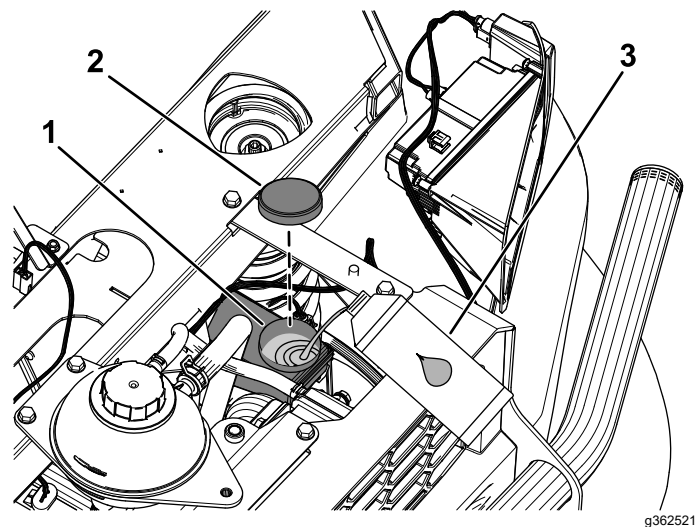

Figura 109
4. Eleve el capó para acceder al cilindro del freno principal y al depósito (Figura 109).
- A. Limpie la zona alrededor del tapón del depósito y retire el tapón (Figura 109).
- C. Coloque el tapón del depósito (Figura 109).